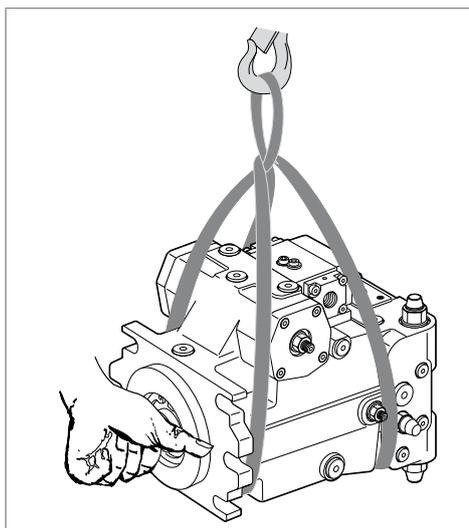

Abb. 8: Transport mit Hebeband
- ▶ Legen Sie das Hebeband so um die Axialkolbeneinheit, dass es weder über Anbauteile (z. B. Ventile, Verrohrung) verläuft, noch dass die Axialkolbeneinheit an Anbauteilen aufgehängt wird (siehe Abb. 8).